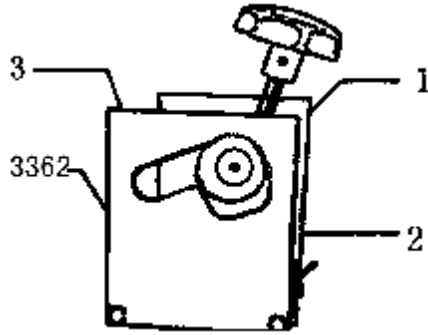

图 4-104 气门弹簧压缩工具
(1) 拆卸凸轮轴，拆卸挺杆，并将其面朝下存放，操作时须注意挺杆不可互换。
(2) 用火花塞扳手 3122B 拆卸火花塞。将相应气缸的活塞调至上止点。将压力软管 VW653/3 拧入火花塞螺纹孔内。
(3) 以不同角度将进、排气门装到气缸盖上。气门弹簧压缩工具 3362 设有两个调节位置，如图 4-104 所示。